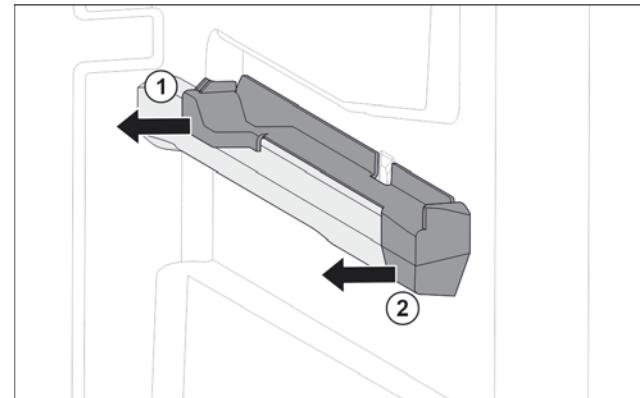

Fig. 93 Вставная часть на правом контейнерном ребре
- Отодвигните вставную часть сзади в сторону. Fig. 93 (1)
- Отодвигните вставную часть спереди в сторону. Fig. 93 (2)